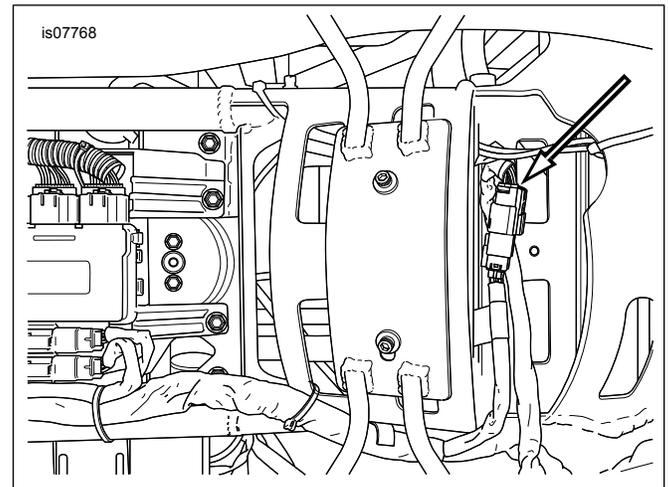

Figure 1. Connecteur d'éclairage arrière (typique)
5. Consultez Figure 1 . Retirez les connecteurs d'éclairage arrière et les arrêteurs des positions Équipement d'origine (OE) .